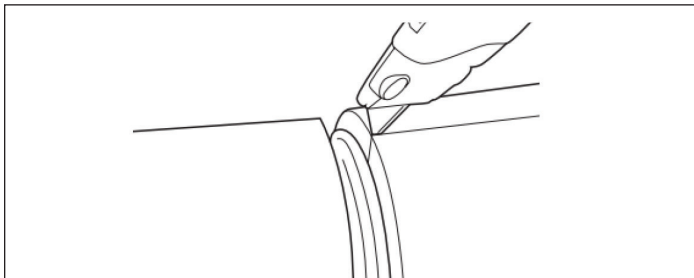

Figure 1-4
6. Coupez soigneusement la gaine dans le sens de la longueur avec un couteau universel bien tranchant pour faciliter le retrait. Ne rayez pas le tube du **TracPipe System** (figure 1-4).